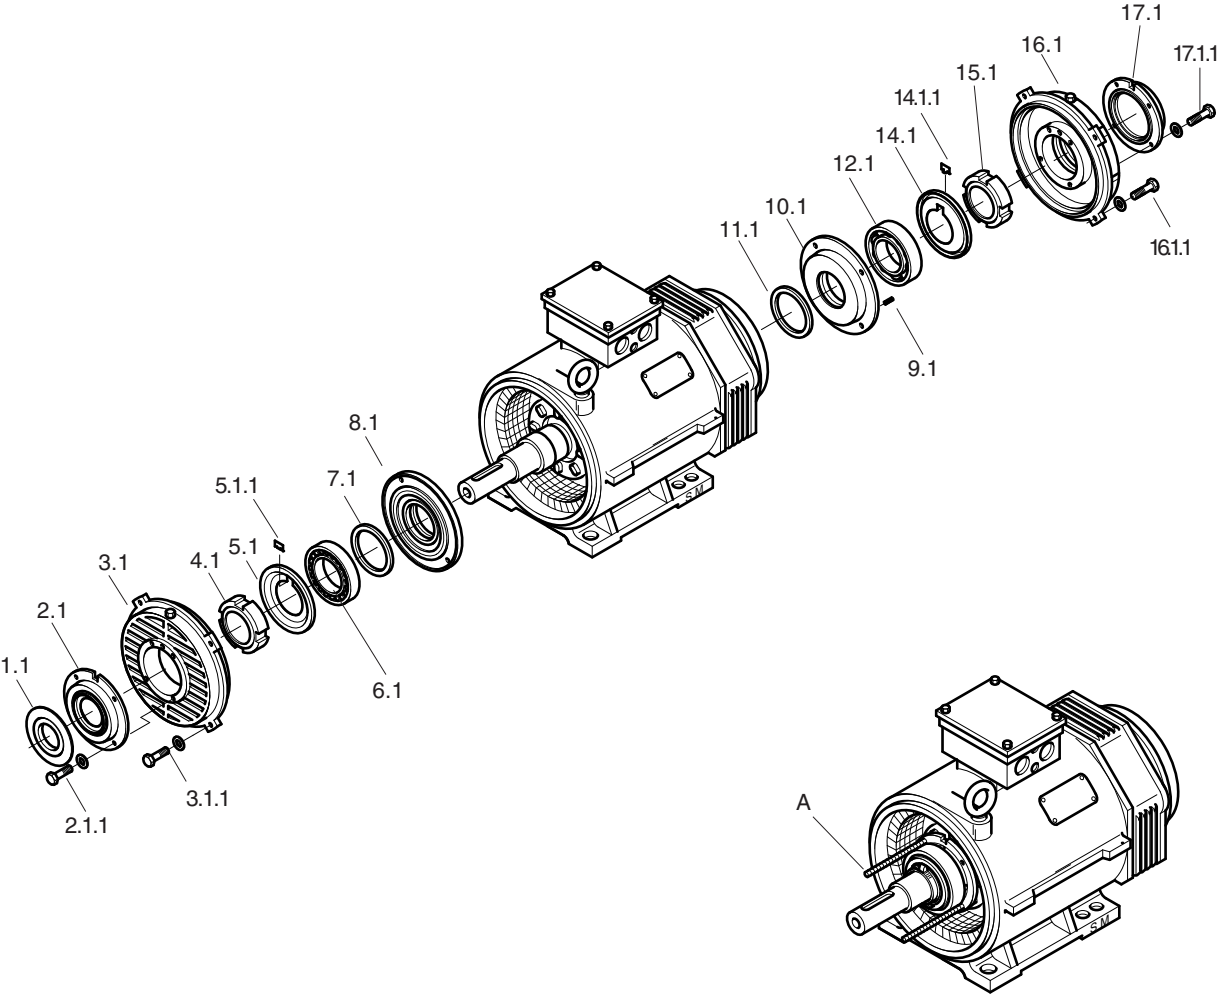

Fig. 15: Sostituzione del cuscinetto AH355+400
5.6.2 Montaggio nel caso di cuscinetti a sfere a gola profonda sul lato di comando e quello opposto (→ fig. 15) (Per i cuscinetti a rulli cilindrici sul lato di comando, vedere 5.6.4)